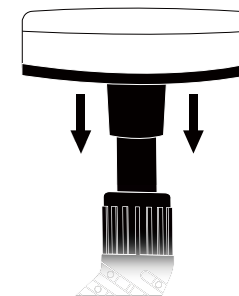

図6
1. ハードスポンジをジェットノズルの奥までしっかりとめ込んでください。（図6）